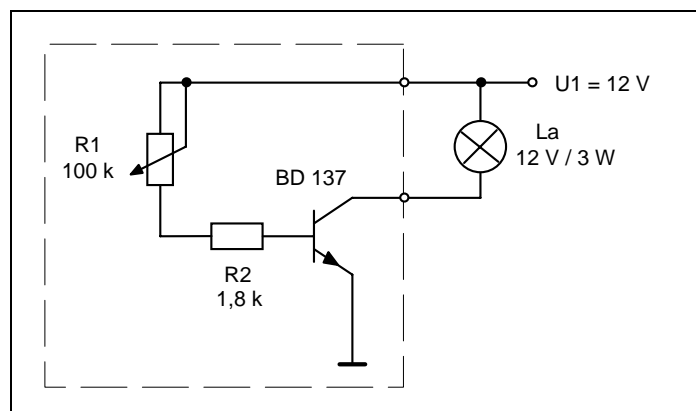

Bild 1: Lampensteuerung
2.3. Entsprechend Bild 1 wird mit einer Open-Kollektorschaltung eine Glühlampe betrieben.